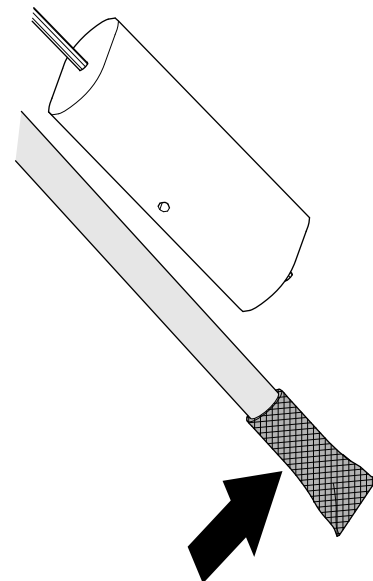

Figura 122
1. Limpe o ecrã no fim do tubo de captação de combustível (Figura 122).